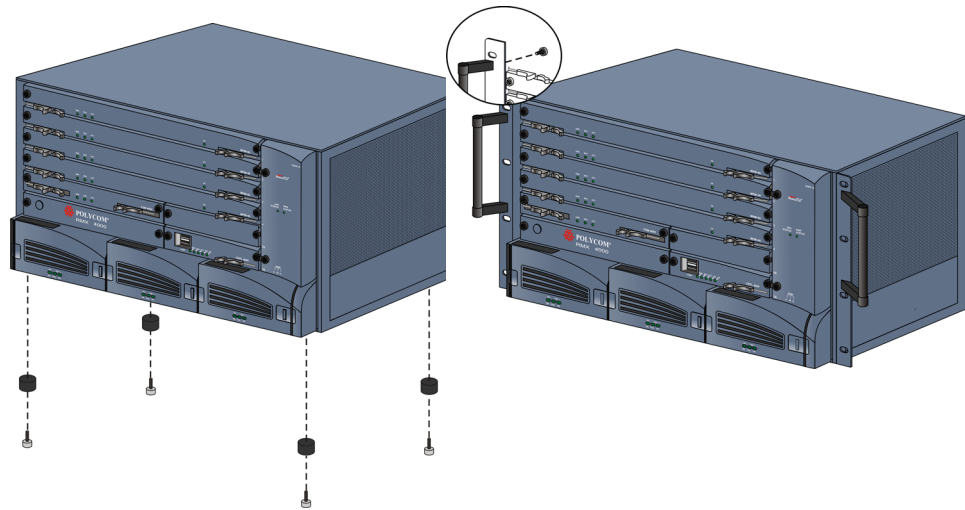

Abbildung 1-1 Optional – Entfernen von Fuß und Griff
- Optional – Abhängig von dem an Ihrem Standort installierten Gestell müssen Sie eventuell die Griffen entfernen, wenn sie am RMX 4000 angebracht sind. Schrauben Sie die Griffen vom Chassis, wie in Abbildung 1-1, "Optional – Entfernen von Fuß und Griff" gezeigt, ab.
- Optional – Wenn die im Gestell für den RMX 4000 vorgesehene Öffnung genau 6U groß ist, muss der Fuß vom RMX 4000 entfernt werden, um ihn im Gestell zu montieren. Schrauben Sie den Fuß wie in Abbildung 1-1, "Optional – Entfernen von Fuß und Griff" gezeigt vom Chassis los.